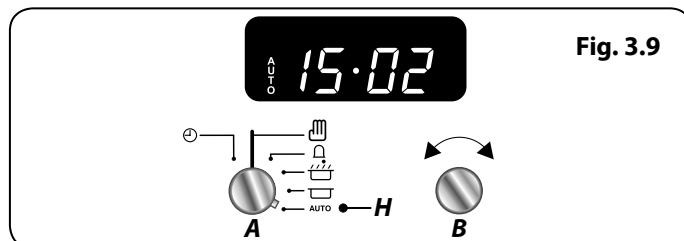

Fig. 3.9
5. Tournez le bouton du Programmateur (A) sur la position Auto (H) (Fig. 3.9). Si l'écran affiche l'heure en cours et AUTO, cela indique qu'une programmation a été définie (heure d'allumage et heure d'extinction).